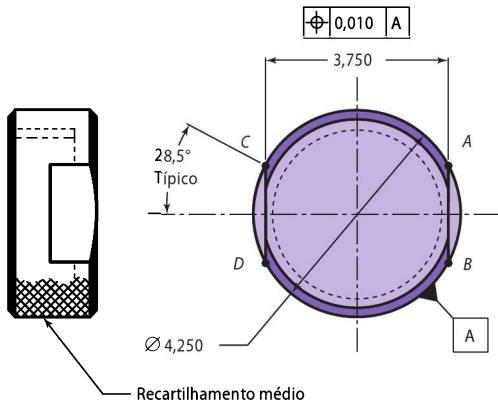

Figura 1-61 Tampa de inspeção.
19. A Figura 1-61 mostra uma peça que requer dois rasgos de chave de boca a serem fresados no final do arredondandamento da tampa de inspeção. As coordenadas seriam mais eficientes se fossem cartesianas ou polares? Explique.